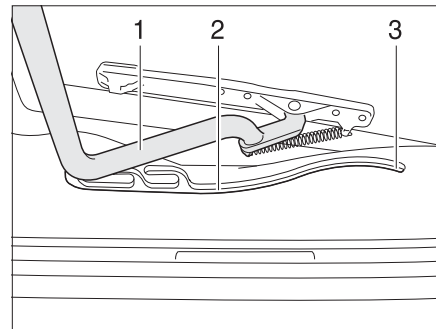

Fig. 84 Lanterneau Heki, glissière
- Tirer l'étrier (Fig. 84,1) dans les glissières (Fig. 84,2) jusque dans la position la plus reculée (Fig. 84,3).
- Pousser l'étrier (Fig. 84,1) légèrement vers le haut avec les deux mains.
- Tirer l'étrier dans les glissières (Fig. 84,2) jusqu'à la position souhaitée.